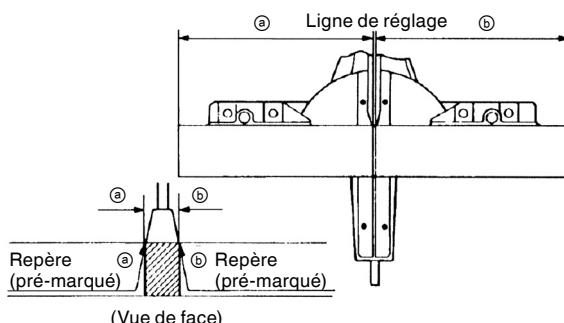

Fig. 25
- (1) Comme indiqué à la Fig. 25, la largeur de la lame est la largeur de coupe. En conséquence, glisser la pièce vers la droite (vue de la position de l'opérateur) pour obtenir la longueur ④, et sur la gauche pour obtenir la longueur ③.
- (2) (Uniquement pour le modèle C8FSHE • C8FSHE(S)) Si le marqueur laser est utilisé, aligner la ligne laser sur le côté gauche de la lame de scie, puis aligner la ligne tracée à l'encre sur la ligne laser.
- (3) Quand la lame a atteint sa vitesse maximale, abaisser doucement la poignée jusqu'à ce que la lame approche de la pièce.
- (4) Quand la lame touche la pièce, appuyer progressivement sur la poignée pour couper la pièce.
- (5) Quand la pièce est coupée à la longueur voulue, mettre l'outil électrique hors tension et attendre que la lame soit complètement arrêtée avant de relever la poignée en position complètement rentrée.